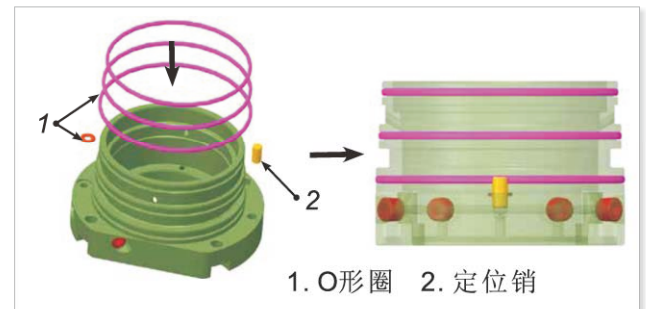

图11-19 将定位销安装到外体上
18. 如总装图所示，将O形圈装入缸套上的凹槽中。用手指小心地将O形圈推入凹槽中。确保O形圈牢固座入槽中。见图11-19。
19. 将定位销安装到外体上。见图11-19。